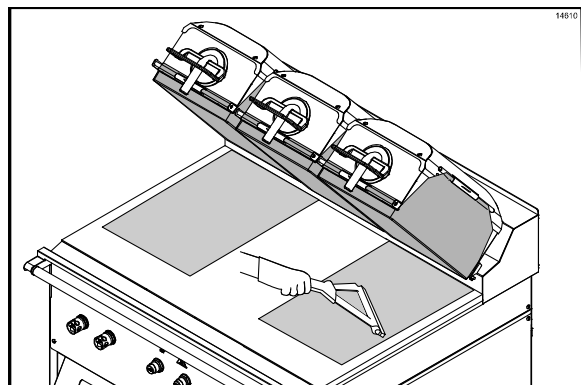

Figura 19
10. Repita as últimas duas etapas para a folha antiaderente do outro lado do grill. (Veja a Figura 19.)